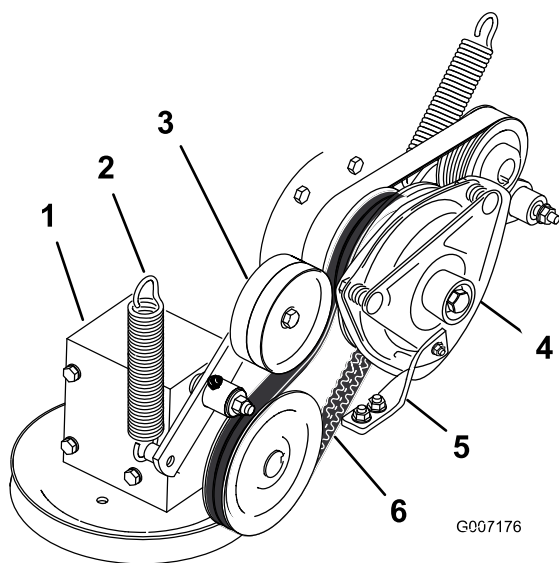

Figure 70
4. Décrochez le ressort du bras de la poulie de tension (Figure 70).
7. Montez la nouvelle courroie d'entraînement de PDF autour de la poulie d'embrayage et de la poulie du boîtier d'engrenages (Figure 70).
9. Raccrochez le ressort au bras de la poulie de tension (Figure 70).